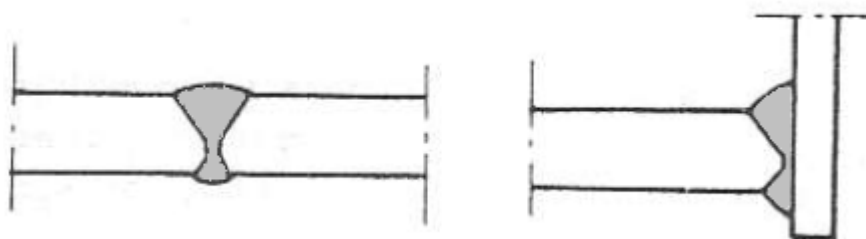

Fig. 5.3
- ou il s'agit d'une simple image (fig. 5.3) pour préciser un type de préparation sur des représentations de petites dimensions :
Dès que la représentation de l'épaisseur des tôles à l'échelle du dessin dépasse 2,5 mm il n'est pas recommandé de faire un placard d'encre noire. On laissera la représentation en blanc (fig. 5.3) ou on passera au dos du plan un frottis léger de crayon noir ou rouge ;